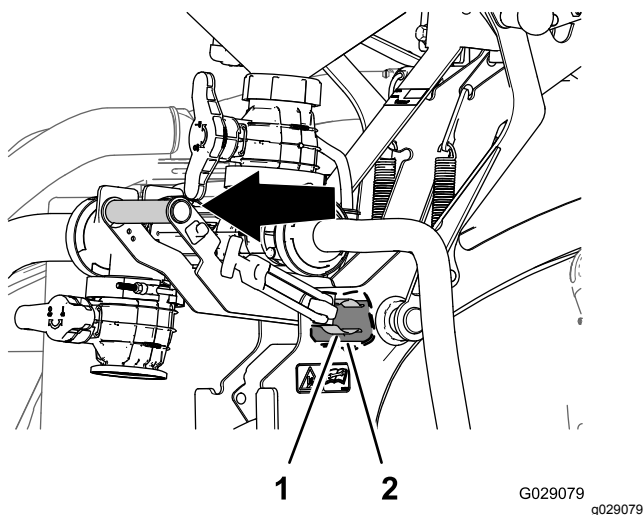
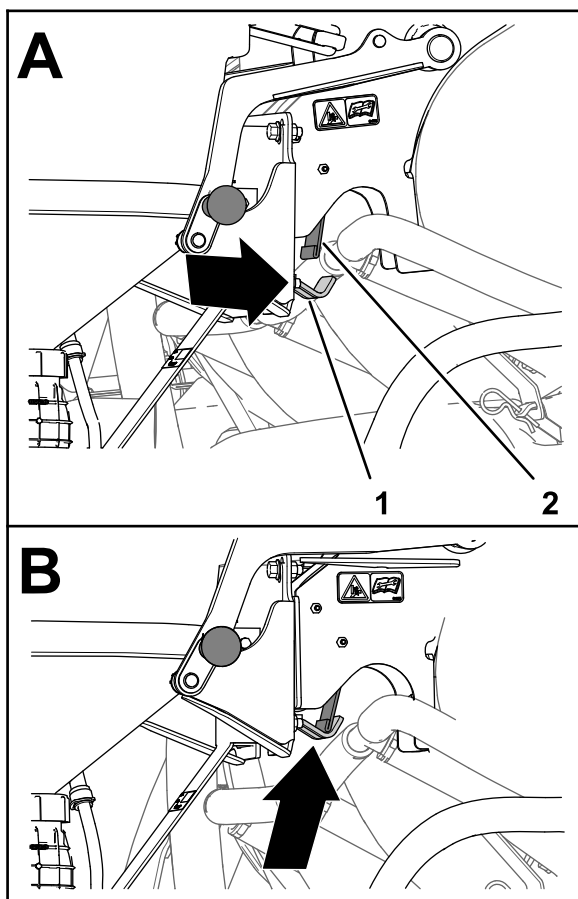

Рисунок 37
Рисунок 40
2. Возьмитесь за рукоятку в верхней части люльки и потяните рукоятку эдуктора наружу так, чтобы пружинный хомут отсоединился от шарнирной трубы (Рисунок 35 и Рисунок 37).
5. Когда защелка опорной пластины будет находиться под планкой пружины (вид А на Рисунок 40), поверните рукоятку эдуктора внутрь так, чтобы часть защелки с крюком была выведена за планку пружины (вид В на Рисунок 40).
1. Возьмитесь за рукоятку в верхней части люльки и потяните рукоятку эдуктора наружу так, чтобы часть защелки с крюком была выведена за пределы планки пружины (Рисунок 37 и Рисунок 40).
4. Нажмите рукоятку эдуктора так, чтобы крюк поднялся к штоку защелки, а пружинный хомут был полностью посажен на шарнирную трубу (Рисунок 37).